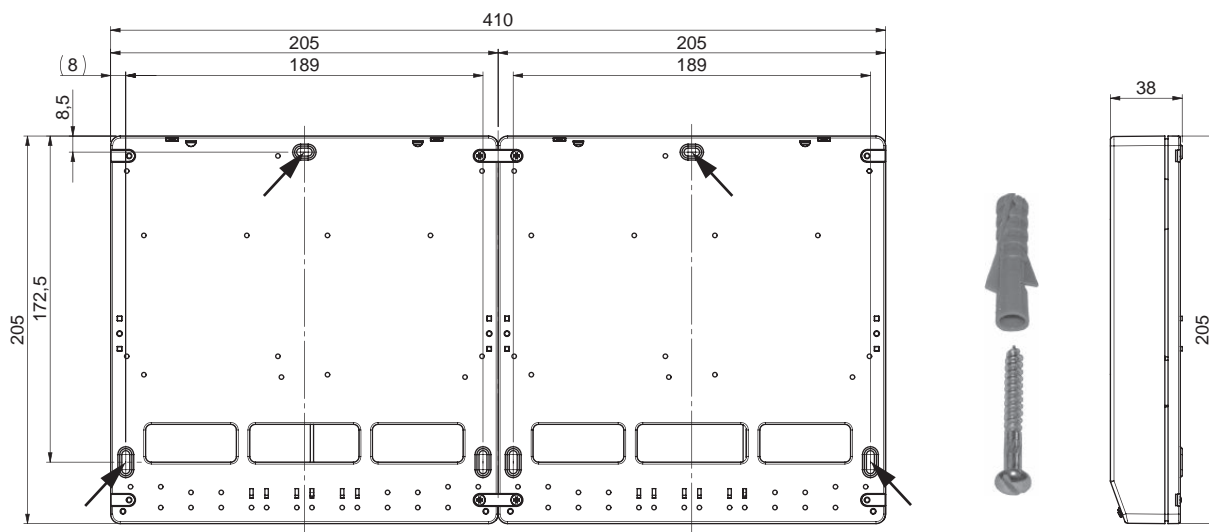

Fig. 34 Schizzo quotato - vista da dietro
- Praticare i fori di montaggio (\varnothing 6 mm) nel muro come nello schizzo (Fig. 34).